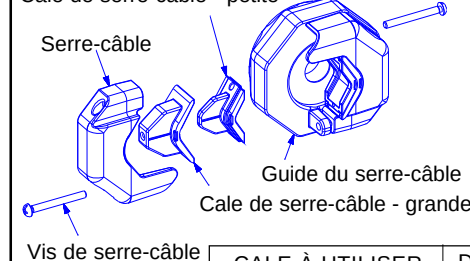

FIGURE 4
- *5. Glisser le guide du serre-câble(5) avec les pinces serre-câble(6) (consulter la figure 4 pour les cales appropriées) et une rondelle passe-fil(7) sur le câble. (Choisir le calibre de rondelle passe-fil qui convient au calibre du câble).